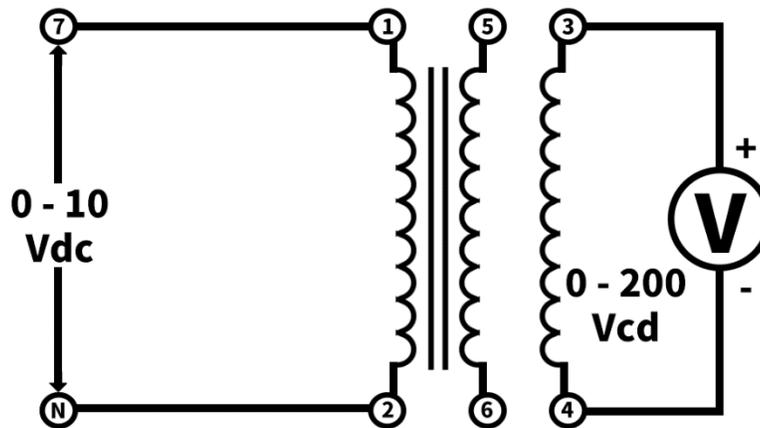

Figura 2-2
- d) Conecte el circuito ilustrado en la figura 2-2, utilizando los **Módulos EMS de transformador, fuente de alimentación de cd**. Observe que el medidor de 200 V cd se conecta a las terminales 3 y 4.